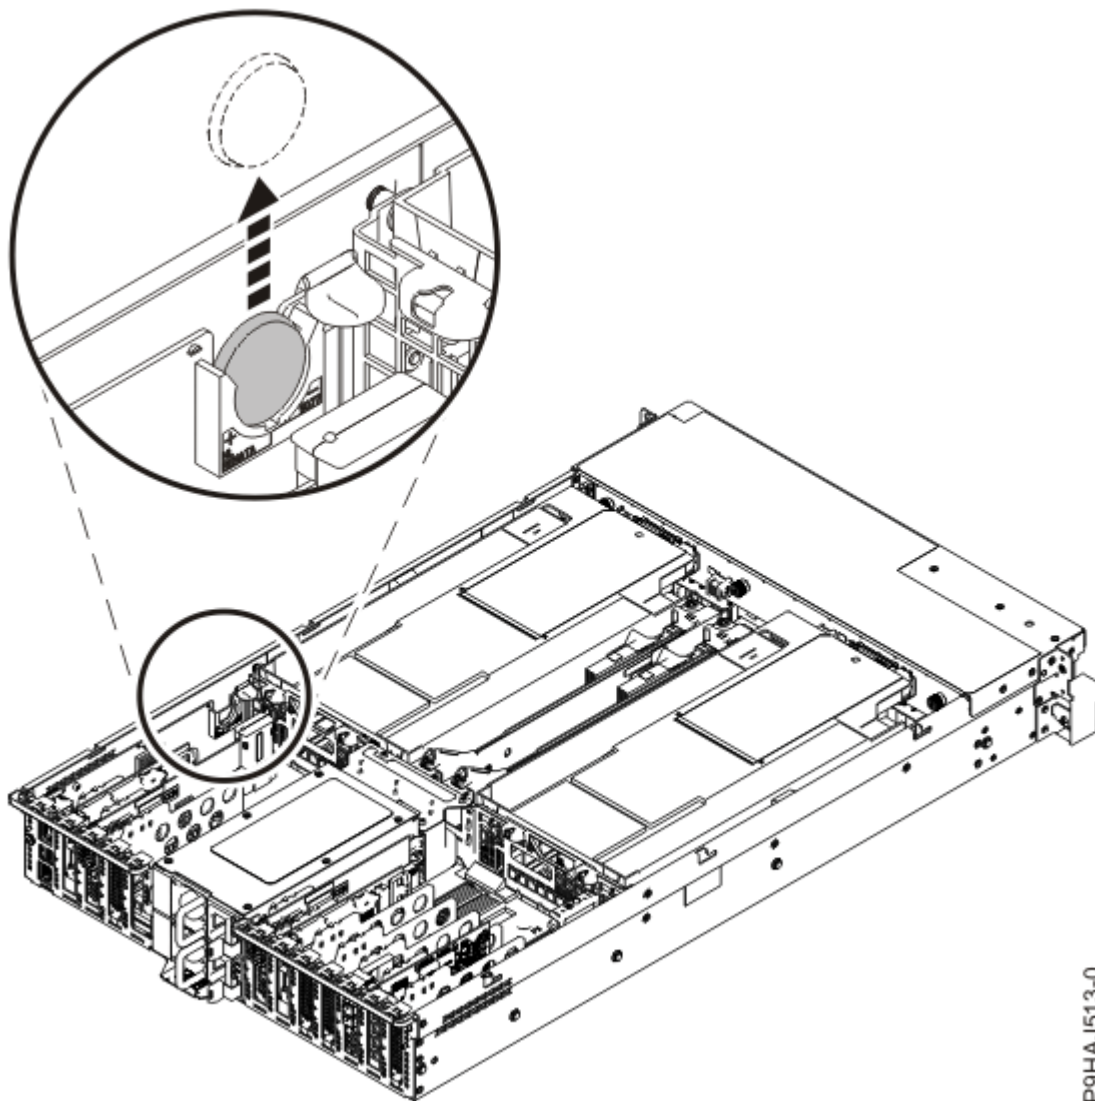

図 5. 時刻バッテリーの取り外し
2. 時刻バッテリーをつかみ、7 ページの図 5 に示すように、サービス・プロセッサ・カードのロケーション P1-C1-E1 にあるスロットから引き出します。